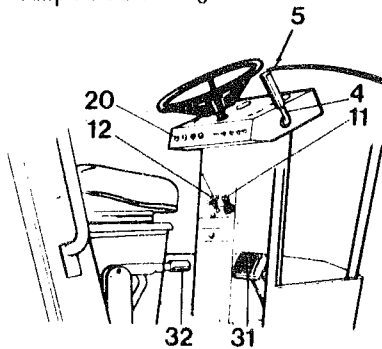

Fig 11 Förarplats
(Se fig 11). Bromsningen sker normalt med fram-/backspaken (4). Den hydrostatiska transmissionen bromsar välten när reglaget ställs i läge NEUTRAL.
(Se fig 11). För snabb inbromsning (i nödsituationer) är välten försedd med en fotbroms (31) som påverkar bakhjulens trumbromsar.
(Se fig 11)